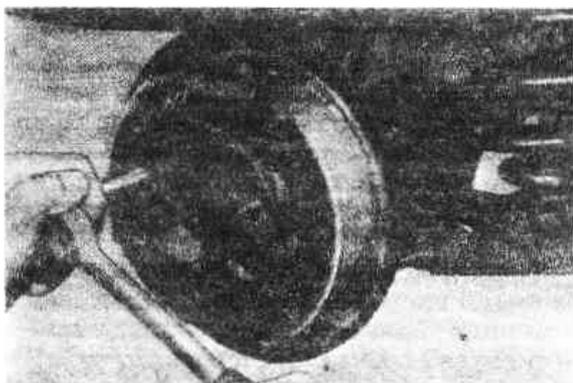

Рис. 8.8. Снятие стопорной пластины подшипника (Разд.5)
3. При помощи торцевого ключа, продетого через отверстия фланца полуоси, выверните четыре болта, крепящих стопорную пластину подшипника к картеру заднего моста (Рис. 8.8)